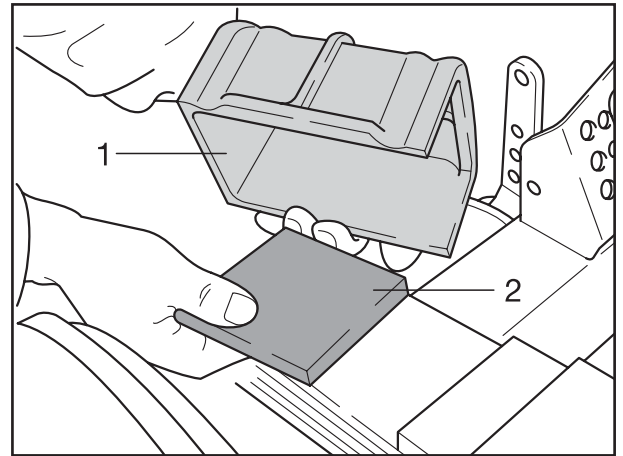

Fig. 13
- [22] Je äußeres Federspanngehäuse (Fig. 13/1) neue Gummipolster (Fig. 13/2) einlegen und Federspanngehäuse aufsetzen.
[22] Insert new rubber plate (Fig. 13/2) for each outer spring housing (Fig.13/1) and fit on spring housing.
[22] Placer une plaque en caoutchouc neuve (fig. 13/2) dans chaque carter de ressort extérieur (fig. 13/1) et mettre en place les carters de ressort.